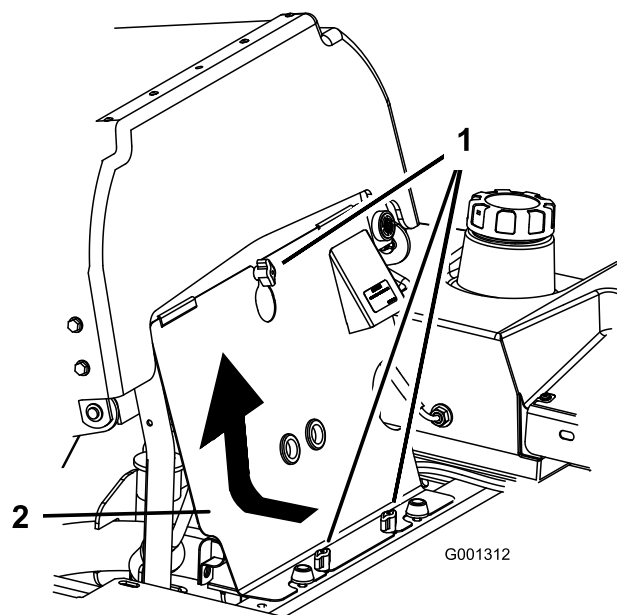

Figura 85
3. Desaperte os manípulos do painel frontal do motor e retire o painel (Figura 85).